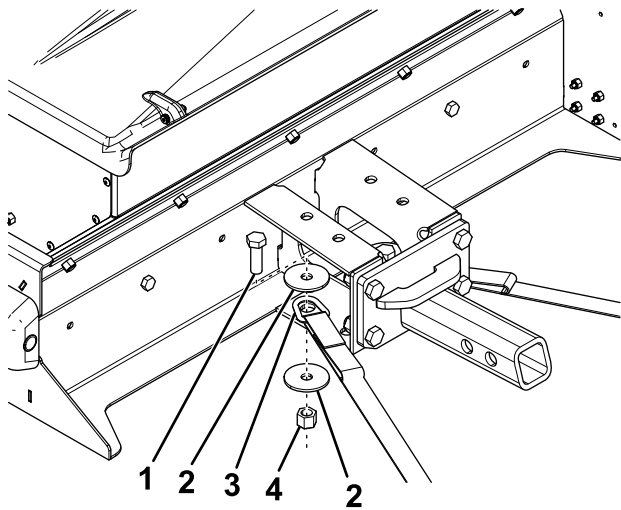

Bild 14
3. Befestigen Sie die D-Ringe der Spanngurte mit zwei Schrauben (1/2" x 1 1/2"), vier Unterlegscheiben (1/2") und zwei Sicherungsmuttern (1/2") am Montagewinkel des Streuers, wie in Bild 14 dargestellt.